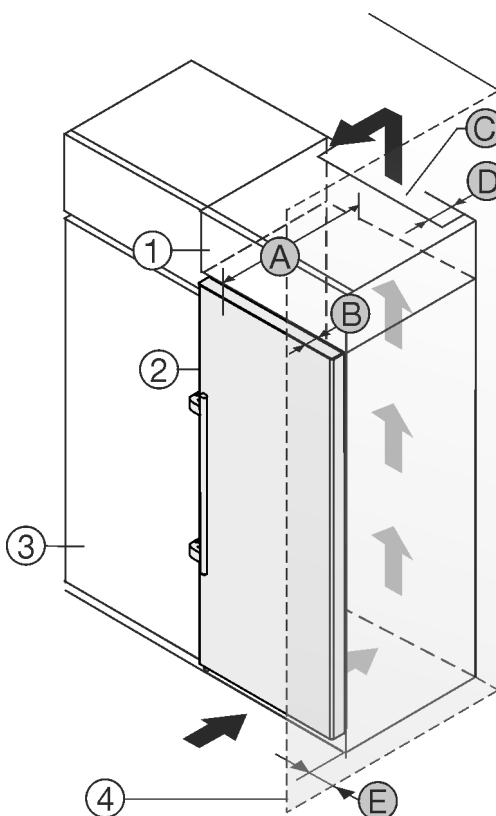

Fig. 1
- (1) Nástavná skříňka
- (2) Příklad
- (3) Kuchyňská skříň
- (4) Stěna
- (A) Hloubka přístroje
- (B) Hloubka dvířek
- (C) Ventilační průřez
- (D) Vzdálenost zadní strany přístroje
- (E) Vzdálenost k zadní straně přístroje
Můžete přístroj nainstalovat přímo vedle kuchyňské skříňky Fig. 1 (3).
Na zadní straně nastavné skříňky musí být větrací šachta hluboká Fig. 1 (D) přes celou šířku nastavné skříňky.
Pod stropem místnosti musí být dodržen ventilační průřez Fig. 1 (C).
Když přístroj instalujete závěsy vedle stěny Fig. 1 (4), musí být vzdálenost mezi přístrojem a stěnou minimálně 57 mm. To odpovídá přesahu madla při otevřených dveřích.
Aby bylo možné dvířka plně otevřít, musí přístroj přesahovat o hloubku dvířek Fig. 1 (B) vůči přední linii kuchyňské skříňky. V závislosti na hloubce kuchyňských skříněk Fig. 1 (3) a použití vymezovačů odstupu od stěny může přístroj vyčnívat dále.